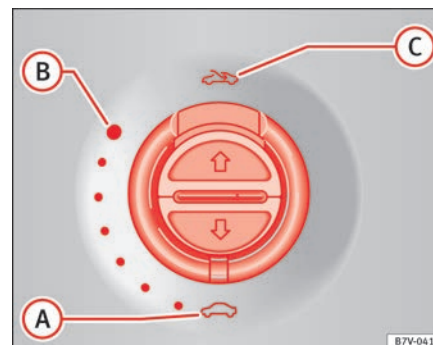

Abb. 58 Im Dachhimmel: Schalter drehen zum Öffnen und Schließen.
⇒ Abb. 58
- Schalter ⇒ Abb. 58 muss in Stellung „Geschlossen“ gedreht sein.